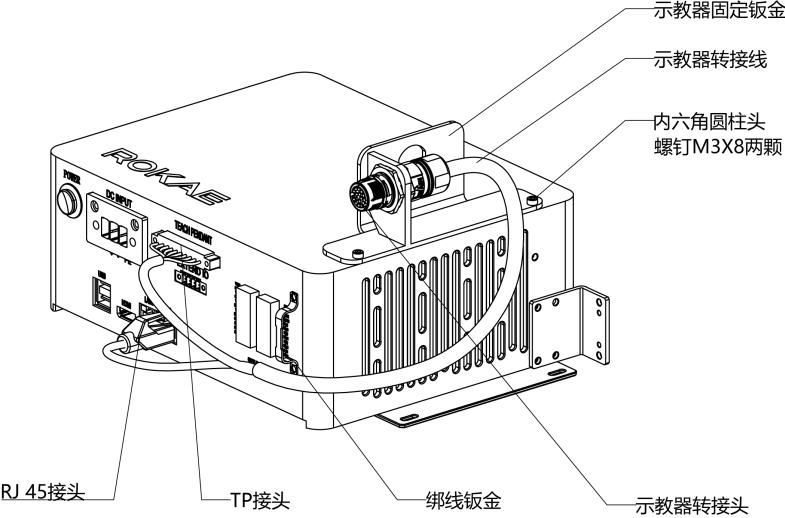
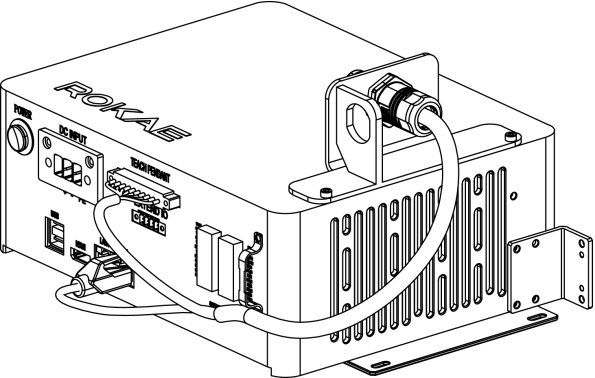

图 5-12 安装示教器转接线束
图 5-14 示教器固定钣金朝左安装示意图
(3) 将示教器转接线接头穿过钣金，并用用活动扳手将示教器转接头的螺母拧紧，使示教器接头固定在钣金上面。如下图 5-12 所示。
(4) 教器转接线的 xPad 接头和 RJ45 接头分别与控制柜的 TEACH PENDANT 接口（原
xPad 接口) 和 LAN2 接口对插 (注意接口, 请勿插错), 并用扎带将插头附件的线束固定在控制柜 IO 接口旁的绑线钣金处, 最终效果参考图 5-12。
(5) 将示教器上的线缆接头, 与图 5-12 所示的示教器转接头对插并锁紧, 即可正常使用示教器。示教器连接示意图如下图所示。
此套方案只针对选配有示教器转接线套件的用户使用。其中示教器转接插头提供两种安装方式, 分别为朝前和朝左两种安装方式。图 5-12 展示的为朝前安装方式, 也是示教器转接线套件的默认安装方式。朝左安装方式参考图 5-14。